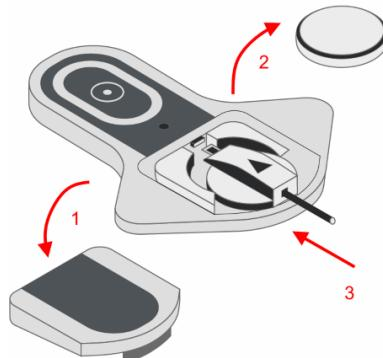

Abbildung 12 – Gerätestecker des Download-Kabels mit dem Rekorder verbinden
Öffnen Sie die Batteriefachabdeckung des Geräts (1) und entnehmen Sie die Batterie (2). Verbinden Sie den Gerätestecker des Download-Kabels mit der Buchse (Bild) des Rekorders (3), wie in Abbildung 12 dargestellt.